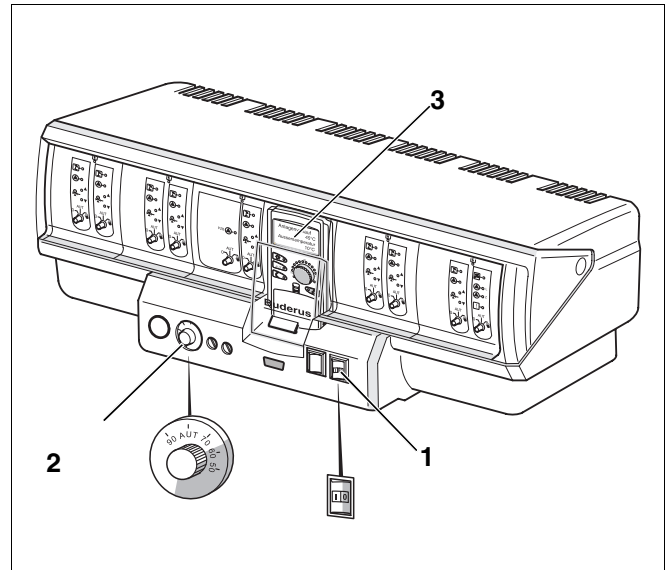

Fig. 1 Apparecchio di regolazione Logamatic 4000
- Portare l'interruttore d'esercizio (Fig. 1, **Pos. 1**) in posizione "1" (ON).
- Tarare il termostato di regolazione dell'acqua della caldaia (Fig. 1, **Pos. 2**) sulla temperatura desiderata. Nella "Regolazione Logamatic" il termostato di regolazione dell'acqua della caldaia viene impostato in fabbrica su Funzionamento Automatico "AUT".
- Portare l'interruttore d'esercizio (Fig. 1, **Pos. 1**) dalla posizione "1" (ON) alla posizione "0" (OFF).
I guasti del bruciatore vengono segnalati sul bruciatore e sull'apparecchio di regolazione mediante spie luminose e sul display (Fig. 1, **Pos. 3**).